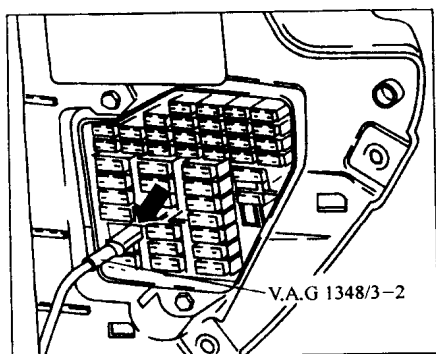

图 1-12 连接遥控器
3) 如图 1-12 箭头所示, 用接线 V. A. G1348/3-2 将遥控器 V. A. G1348/3A 接到熔丝 S228 插座的右侧接线柱上。
3) 如图 1-12 箭头所示, 用接线 V. A. G1348/3-2 将遥控器 V. A. G1348/3A 接到熔丝 S228 的插座的右侧接线柱上。